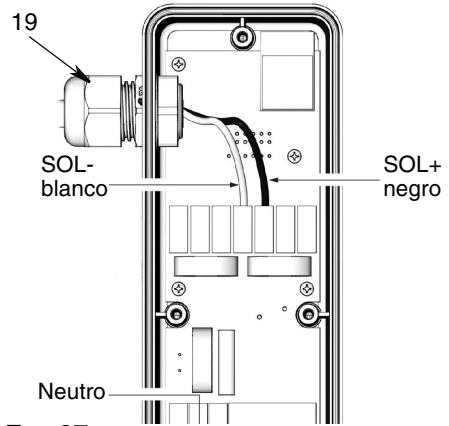

FIG. 37
- Pase un extremo del cable por la presilla del cable (19) hasta el alojamiento del controlador PAC (2).
- En el alojamiento del sistema electrónico del PAC (2), conecte el cable neutro (blanco) al cable SOL - (blanco) y el cable de línea (negro) al SOL + (negro) en el bloque de terminales (Fig. 37).
- Apriete la presilla del cable (19) (Fig. 37).